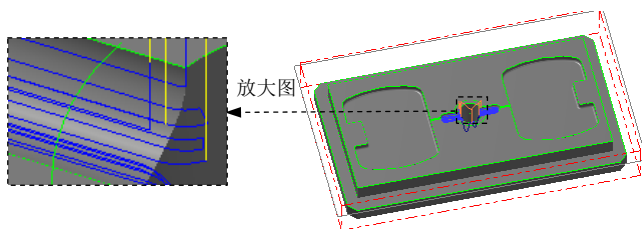

图 20.42 刀具路径
(1) 在“曲面残料粗加工”对话框的 **刀具路径参数** 选项卡的列表框中显示出 Step4 所选择的刀具，双击该刀具，系统弹出“定义刀具-机床群组-1”对话框。
(2) 设置刀具号码。在“定义刀具-机床群组-1”对话框的 **刀具号码** 文本框中，将原有的数值改为 6。
(3) 设置刀具参数。单击“定义刀具-机床群组-1”对话框中的 **参数** 选项卡，在 **进给率** 文本框中输入值 200.0，在 **下刀速率** 文本框中输入值 100.0，在 **提刀速率** 文本框中输入值 500.0，在 **主轴转速** 文本框中输入值 2500.0。
(4) 设置冷却方式。在 **参数** 选项卡中单击 **Coolant...** 按钮，在系统弹出的“Coolant...”对话框的 **Flood**（切削液）下拉列表中选择 **On** 选项。单击 按钮，关闭“Coolant...”对话框。
(5) 单击“定义刀具-机床群组-1”对话框中的 按钮，完成刀具参数的设置。
Step8. 单击“曲面残料粗加工”对话框中的 按钮，同时在图形区生成图 20.42 所示的刀具路径。